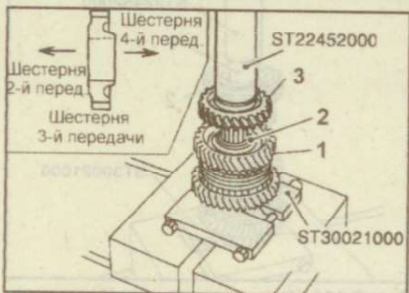

Рис. 9.103. Установка шестерни 2-й передачи (1), подшипника шестерни 2-й передачи (2) и шестерни 3-й передачи (3)
8. Установите на вторичный вал игольчатый подшипник шестерни 2-й передачи, двойной конус и шестерню 2-й передачи (рис. 9.103).